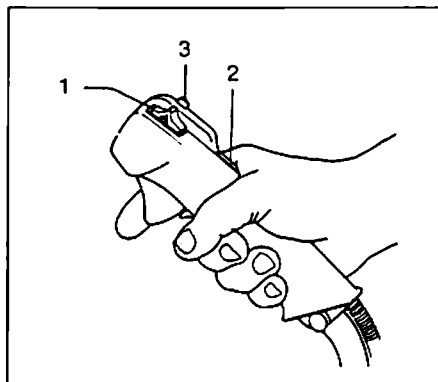

Fig. 2-2
**En** Starting (Fig. 2-2, 2B)
**Fr** Démarrage (Fig. 2-2, 2B)
**Sp** Arranque (Fig. 2-2, 2B)